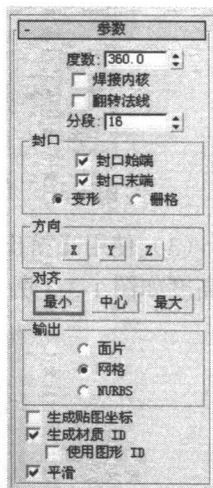

图 1-3-6 单击【最小】按钮
(6) 这种结果并不是想象中的效果, 还需对旋转后的物体进行进一步修改。如图 1-3-6 所示, 在【车削】编辑面板中单击【对齐】选项中的 **最小** 按钮。